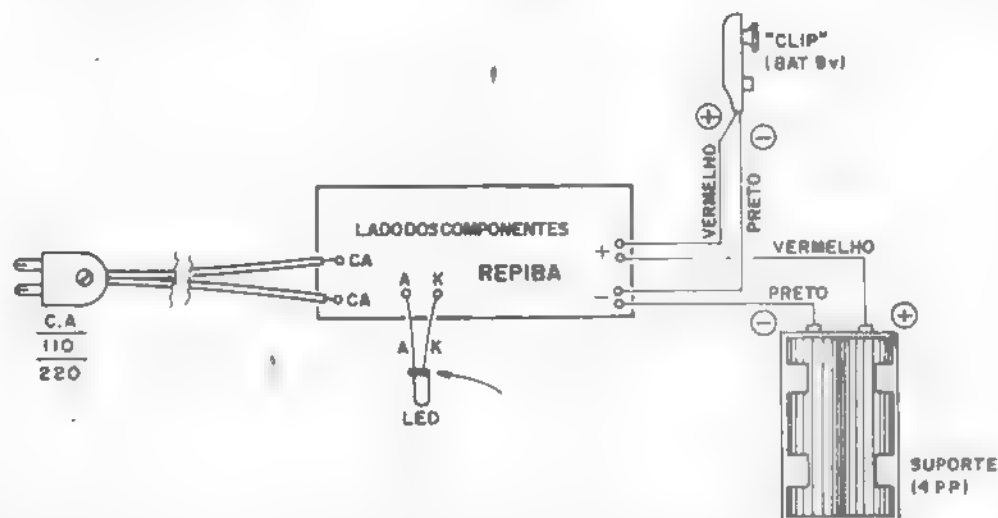

Fig. 4
- FIG. 4 - Diagrama geral da montagem, enfatizando as conexões externas à placa (esta ainda vista pelo lado não cobreado). ATENÇÃO à posição do LED, cujo terminal de catodo (K) é marcado por um pequeno chanfro lateral (além de ser o mais curto dos dois), indicado pela setinha, na figura. ATENÇÃO também à polaridade (codificada - como é norma - com vermelho para o positivo e preto para o negativo) dos